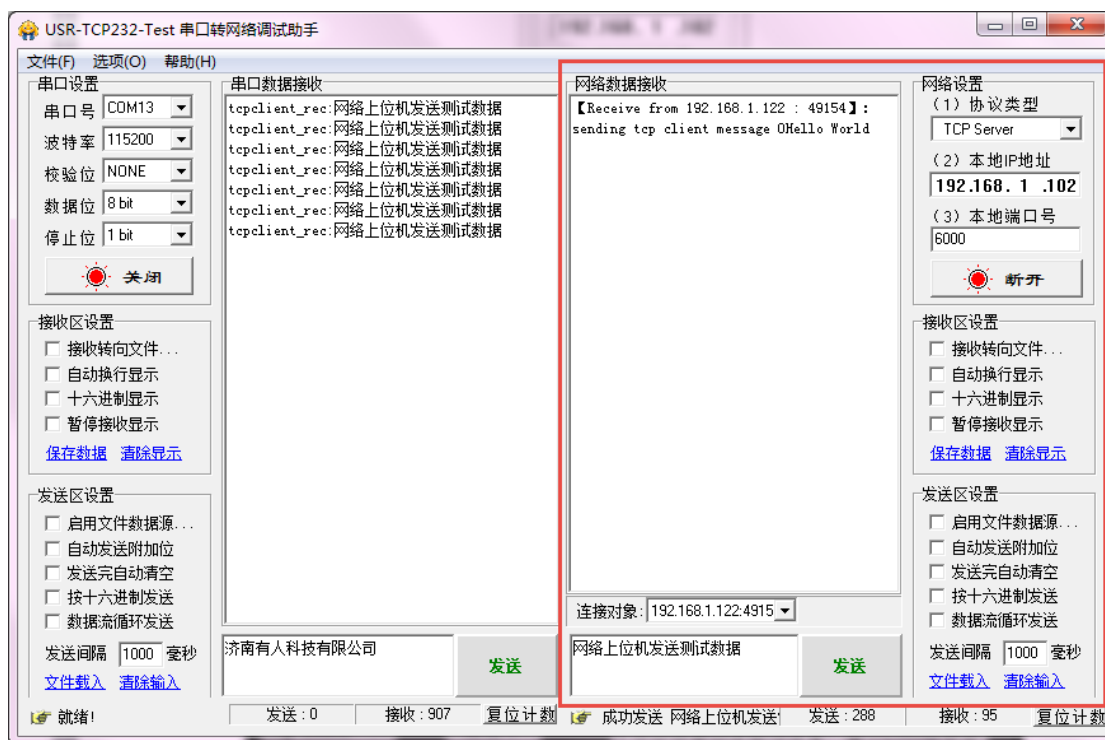

图 1-15 USR-TCP232-Test 界面
演示设置开发板为 TCP Client 模式，电脑端设置为 TCP Server 模式，其它模式测试步骤类似。本实验需要路由器的支持，并且电脑与 STM32 要连接到同一个路由器中，路由器的网关地址必须为 192.168.1.1。若地址不符合，需要修改程序，步骤复杂，在此不作介绍。另外，需要“USR-TCP232-Test”网络调试助手电脑端软件，见图 1-15。
- (2) 点击开发板网络通信界面中“未连接”字样按钮，此时该按钮改变为“通信中”字样，同时在电脑端的 USR -TCP232-Test 软件中可以看到开发板送过来的信息，其中“Hello World”字样是点击开发板界面 Send 按钮才发送过来的，见图 1-15 图 1-15。
- (3) 在电脑端 USR -TCP232-Test 软件下方输入对话框输入文字“网络上位机发送测试”，然后点击右边的“发送”按钮既可见文字发送到开发板，并在界面的数据接收窗口打印出来，见图 1-17 图 1-15。
- (4) 在开发板网络通信界面左下方有个输入窗口，触摸点击该窗口会弹出输入法键盘，我们可以利用该键盘输入数字、大小写英文、中文以及部分标点符号，键盘具体使用方法见下一小节；在窗口输入文字后，点击 Send 按钮就可以将数据发送至电脑端 USR -TCP232-Test 软件，见图 1-15。